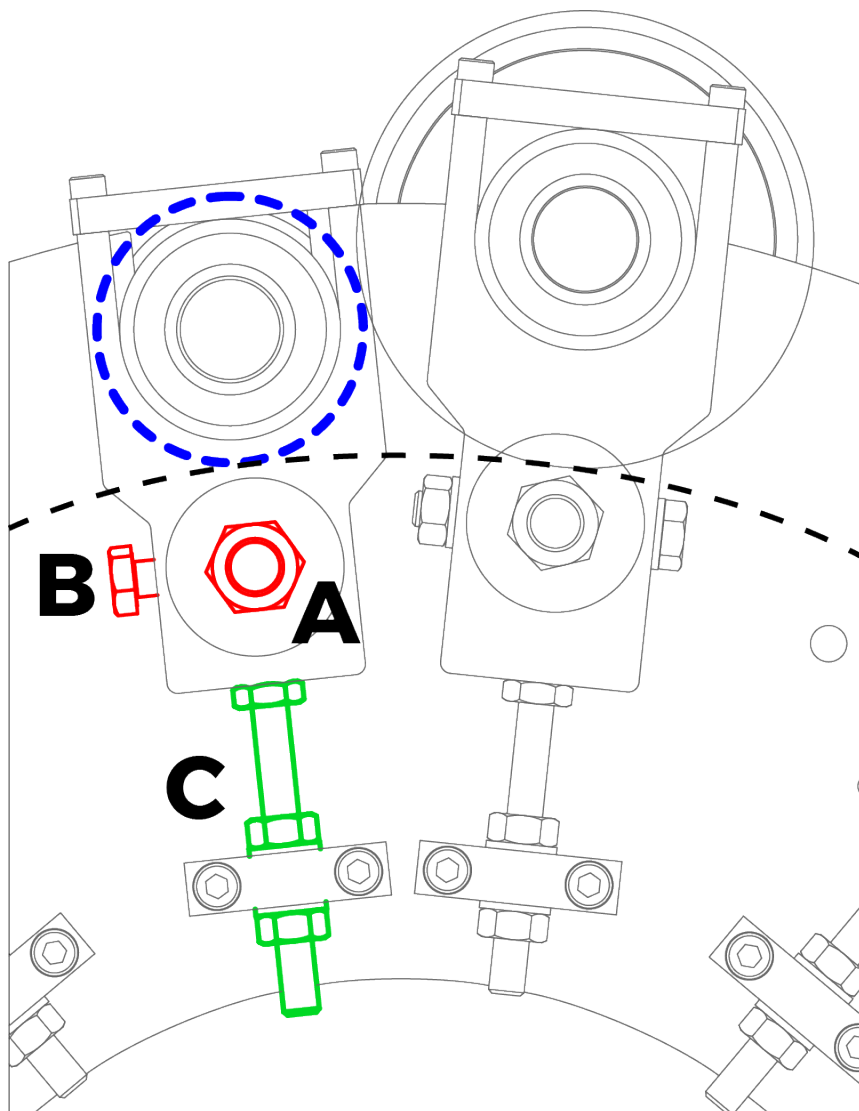

Figura 6.3.8 – Registrazione del rullo volteggiatore del gruppo cardante
Per impostare le distanze del gruppo cardante occorre inizialmente registrare la distanza tra il cilindro principale e il rullo volteggiatore (evidenziato in **blu** nella Figura 6.3.8).
- Allentare le due viti di bloccaggio (simboli **A** e **B** nella Figura 6.3.8).
- Regolare la distanza agendo sulle viti di registro (simbolo **C** nella Figura 6.3.8).
- Dopo aver impostato la corretta distanza su entrambi i lati del rullo serrare la vite di bloccaggio laterale (simbolo **B** nella Figura 6.3.8) e successivamente la vite di bloccaggio centrale (simbolo **A** nella Figura 6.3.8).
- Serrare i dadi e i controdadi delle viti di registro (simbolo **C** nella Figura 6.3.8).